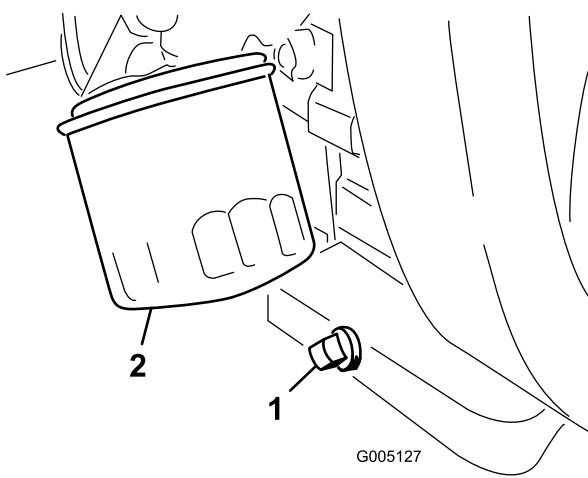

Figura 42
1. Retire o tampão de escoamento (Figura 42) e deixe o óleo escorrer para um recipiente adequado. Quando o óleo parar, volte a montar o tampão de escoamento.
2. Retire o filtro do óleo (Figura 42).